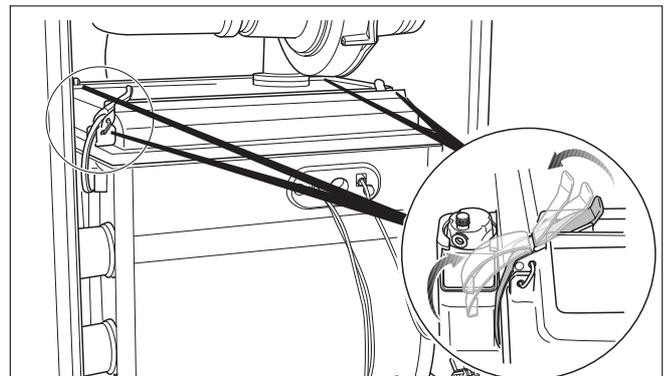

Fig. 96 Aprire le chiusure a scatto
- Aprire le 4 cerniere a scatto sul coperchio del bruciatore (fig. 96) che possono essere in tensione.